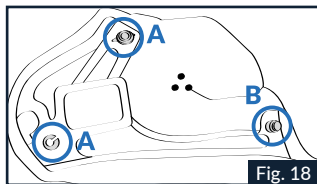

Fig. 18
2.1 Die beiden Ösen „A“ des hinteren Rahmens der Schlaufe der linken Wangenpolsterung jeweils an den beiden Druckknöpfen (oben und vorne) auf der Rückseite (Abb.18) lösen.
5.2 Die beiden Ösen „A“ des Rahmens der hinteren Schlaufe der linken Wangenpolsterung jeweils an den beiden Druckknöpfen (oben und vorne) auf der Rückseite (Abb. 18) befestigen.